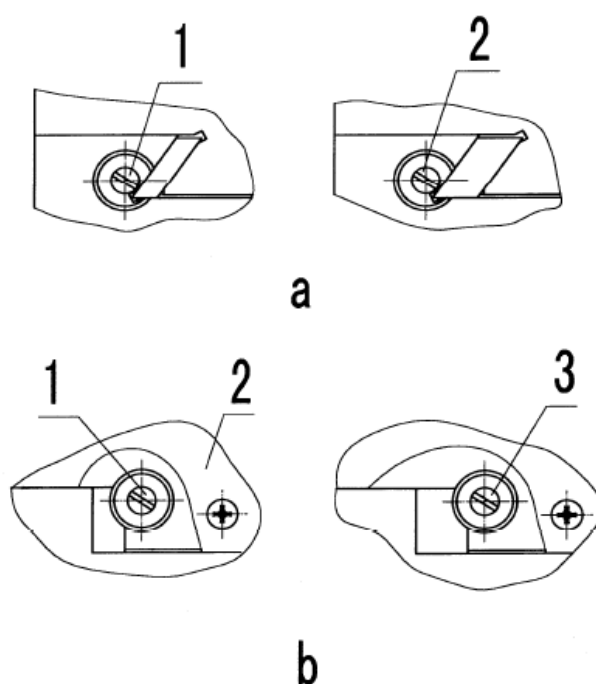

Рис. 9
7.1.1. Регулировка клина ползуна: ослабьте винт (1), расположенный на меньшем конце клина. Поверните регулировочный винт большого конца клина по часовой стрелке до слабого натяжения ползуна, после этого затяните винт (1). (Рисунок 9а).